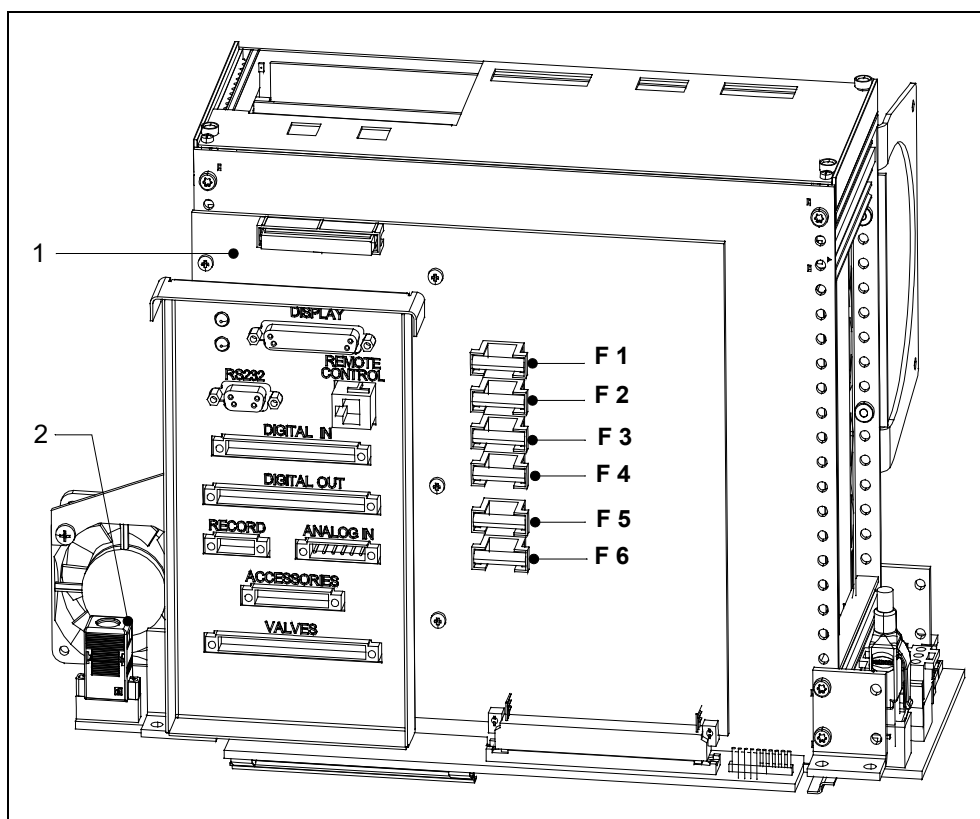

Fig. 7-6 Fusibles de la carte d'interface (SSK)
- Les fusibles de la carte d'interface sont accessibles après retrait du capot de l'appareil. Voir à ce propos la Fig. 7-6.